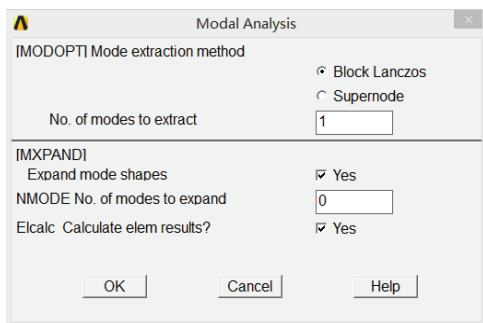

图 4-31 模态分析设置对话框
2) 选择 Main Menu | Solution | Analysis Type | Analysis Options 命令, 出现 Modal Analysis 对话框, 参照图 4-31 对其进行设置。